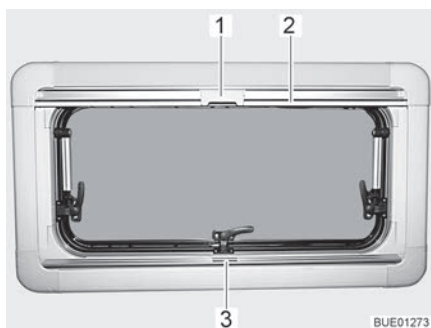
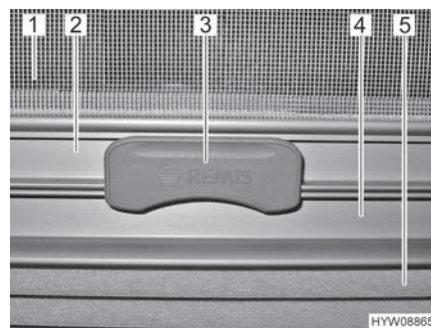

Fig. 33 Fenêtre projetante
Fig. 34 Cran
Le dispositif occultant plissé (Fig. 34,5) se trouve dans le caisson du bas.
- Saisir le dispositif occultant plissé par le centre de la barre-poignée (Fig. 33,3 et Fig. 34,4), le tirer du bas vers le haut et le relâcher à la hauteur voulue. Le dispositif occultant plissé reste alors à cette hauteur.
**Moustiquaire** La moustiquaire (Fig. 34,1) se trouve dans le caisson du haut.
- Tirer la moustiquaire par la barre-poignée (Fig. 33,2 et Fig. 34,2) vers le bas jusqu'à ce qu'elle entre en contact avec celle du dispositif occultant plissé (Fig. 34,4).
- Verrouiller le cran (Fig. 33,1 et Fig. 34,3) de la moustiquaire avec la barre-poignée du dispositif occultant plissé. Quand le cran est verrouillé, le dispositif occultant plissé et la moustiquaire peuvent être réglés en même temps.
- Presser le cran (Fig. 34,3) en haut de la moustiquaire.
- Ramener lentement la moustiquaire en arrière au moyen de la barre-poignée (Fig. 33,2).